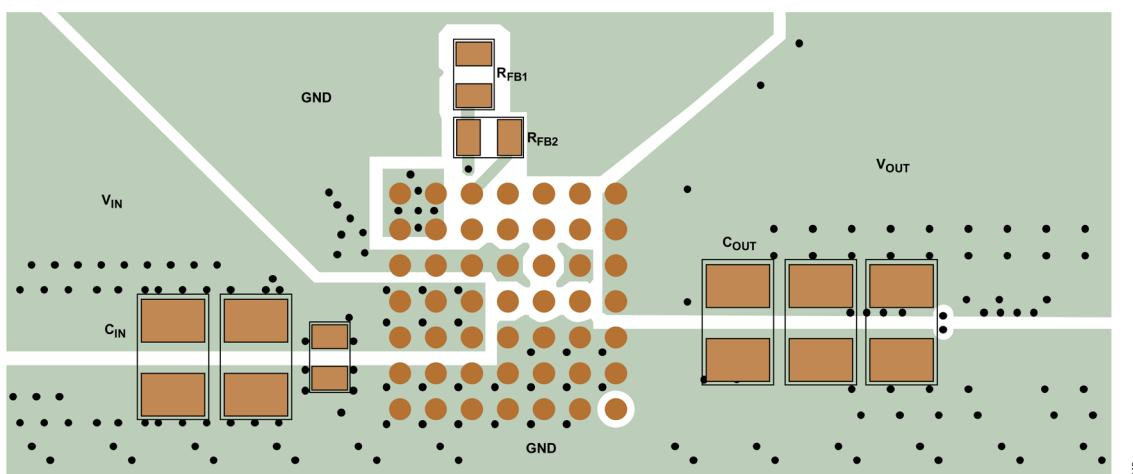

図 43. 推奨の外付け部品、GND プレーン、サーマル・ビアを示した推奨 PCB レイアウト
PCB レイアウトに関する問題のほとんどは、LTM4739 の高レベルの集積によって緩和もしくは除去されています。しかしながら、LTM4739 はスイッチング電源であり、EMI を最小化し適切な動作を確保するための注意が必要です。集積レベルが高いとはいえ、無計画なレイアウトや粗雑なレイアウトでは、仕様規定された動作を実現できない可能性があります。推奨レイアウトについては図 43 を参照してください。グラウンドディングやヒート・シンクは確実に許容可能なものにしてください。
5. ビアを使用して GND 銅領域を基板の内部グランド・プレーンに接続します。このような GND ビアを多数配置することにより、プリント回路基板の内層プレーンとの良好なグラウンド接続および熱経路を実現できます。図 43 のサーマル・ビアの位置と密集度に注意を払ってください。LTM4739 は、電力処理を行う内蔵部品の近くにビアがあるため、内層 GND プレーンに接続することによる放熱効果のメリットを生かすことができます。サーマル・ビアの最適な数はプリント回路基板の設計に依存します。例えば、非常に小さいビア・ホールを使用する基板もあります。その場合、大きなホールを使用する基板よりも多くのサーマル・ビアを使用する必要があります。